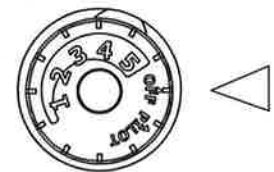
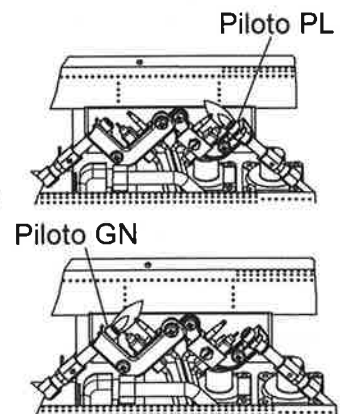

Fig. 15: perilla de control
Fig. 16: piloto
3. Gire la perilla de control en dirección de las manecillas del reloj ↻ hacia la posición OFF (APAGADO) (consulte la Fig. 15).
4. Espere cinco (5) minutos para que se despeje el gas. Luego verifique si hay olor a gas, incluso cerca del piso. Si percibe olor a gas, ¡DETÉNGASE! Siga la sección "B" de la información de seguridad, como se indicó anteriormente. Si no hay olor a gas, proceda con el próximo paso.
5. Gire la perilla de control en la dirección contraria a las manecillas del reloj ↻ hacia la posición PILOT (PILOTO) (consulte la Fig. 16). Presione la perilla de control.
7. Mantenga presionada la perilla de control durante (30) segundos después de que el piloto se encienda. Suelte la perilla de control.
- Si el piloto se apaga, repita los pasos 3 a 7. Espere (1) minuto antes de intentar encender el piloto nuevamente. Si el piloto se apaga tras varios intentos, gire la perilla de control de gas en dirección de las manecillas del reloj ↻ hasta la posición OFF (APAGADO) y llame a un técnico de servicio calificado.